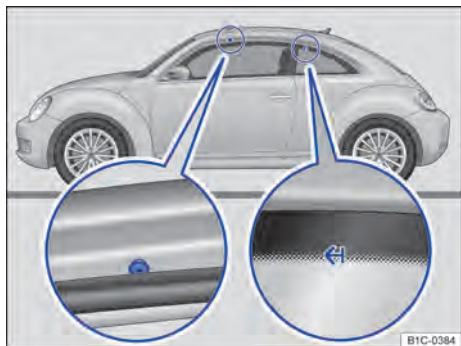

Fig. 90 Pontos de fixação dos suportes de base e bagageiro do teto.
Os suportes para fixação na frente encontram-se nos lados inferiores das vigas do teto $\Rightarrow$ Fig. 90 (lupa esquerda). As marcações para fixação atrás encontram-se em cima, sobre as janelas traseiras laterais $\Rightarrow$ Fig. 90 (lupa direita).
- Fixar os suportes de base **somente** nas marcações indicadas na figura $\Rightarrow$ Fig. 90.